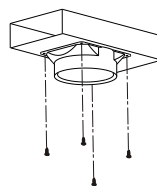
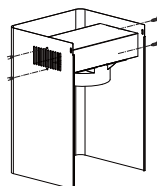

Bild. 8
Bild. 6
- Fäst med hylsadaptern på spridarplattan (Bild 8).
- Anslut den förlängbara hylsan (medföljer ej) till spridarplattan (Bild 8).
- Fäst spridarplattan (Bild 8) in i den övre kanalen via ventilationsintagen (Bild 6).